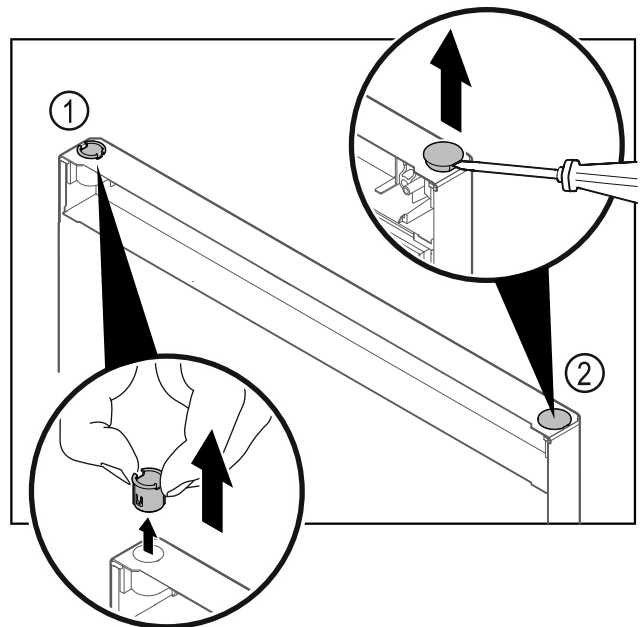

Fig. 28 Врата на хладилната част
- ▶ Изтеглете с пръсти втулката на пантата Fig. 28 (1).
- ▶ С плоска отвертка внимателно повдигнете покривщата тапа Fig. 28 (2) и я извадете.